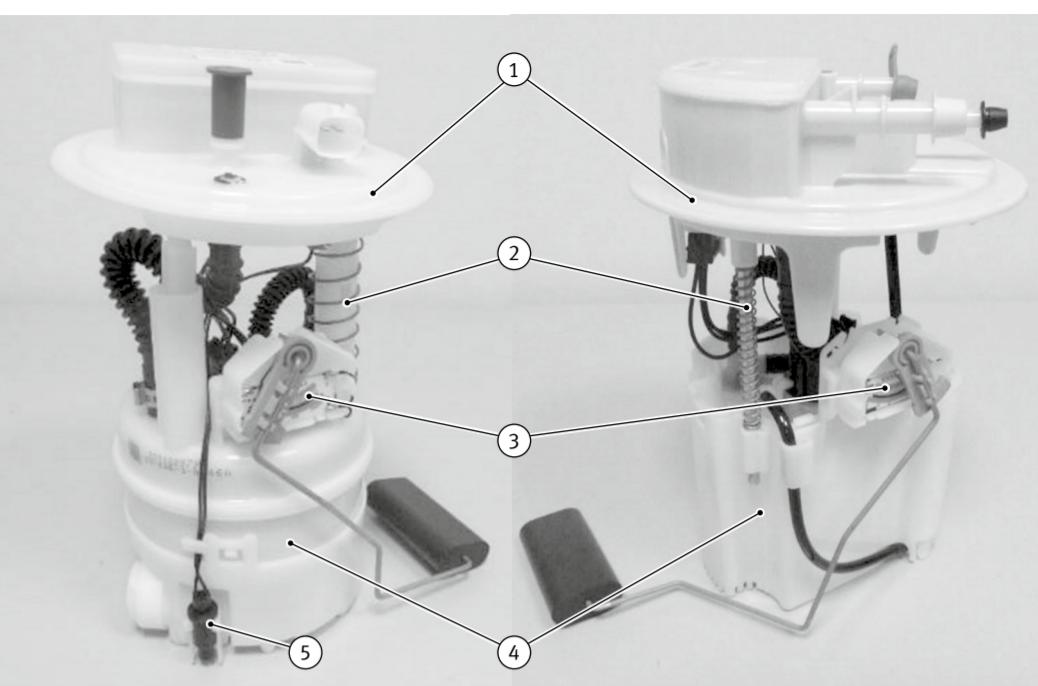

Abb. 1/Fig. 1/Puc. 1/图1
- Die Kraftstofffördereinheit besteht aus dem Oberteil (Flanschdeckel) (1) und dem Unterteil, bestehend aus Vorratsbehälter (4), Kraftstoffpumpe und Tankgeber (3) (Abb. 1).
- Dieses Ersatzteilkit ersetzt den Vorratsbehälter (4) mit der vorinstallierten Kraftstoffpumpe.
- Der Flanschdeckel (1), der Tankgeber (3) der alten Kraftstoffförderinheit sowie ein evtl. vorhandener Temperatursensor (5) werden weiterverwendet.
- L'unité d'alimentation en carburant comprend : la partie supérieure (couvercle de la bride) (1) et la partie inférieure, réservoir (4), pompe à carburant et indicateur de niveau (3) (Fig. 1).
- Ce kit de pièces de rechange remplace le réservoir (4) par la pompe à carburant pré-installée.
- Le couvercle de la bride (1), l'indicateur de niveau (3) de l'unité d'alimentation en carburant usagée ainsi qu'un éventuel capteur de température existant (5) continueront à être utilisés.
- Модуль подачи топлива состоит из верхней части (крышки-держателя с фланцем) (1) и нижней части, включающей в себя накопительный резервуар (4), топливный насос и датчик уровня топлива (3) (Рис. 1).
- Данный комплект запасных частей заменяет накопительный резервуар (4) с предварительно смонтированным топливным насосом.
- Крышка-держатель с фланцем (1), датчик уровня топлива (3) старого модуля подачи топлива, а также, возможно, имеющийся датчик температуры (5) можно использовать и дальше.
- La unidad de alimentación consta de la parte superior (tapa de brida) (1) y la parte inferior compuesta por el depósito de reserva (4), la bomba de combustible y el sensor del depósito (3) (Fig. 1).
- Este juego de pieza de recambio reemplaza al depósito de reserva (4) con la bomba de combustible preinstalada.
- Se seguirán utilizando la tapa de brida (1), el sensor del depósito (3) de la antigua unidad de alimentación y cualquier otro sensor de temperatura (5) existente.